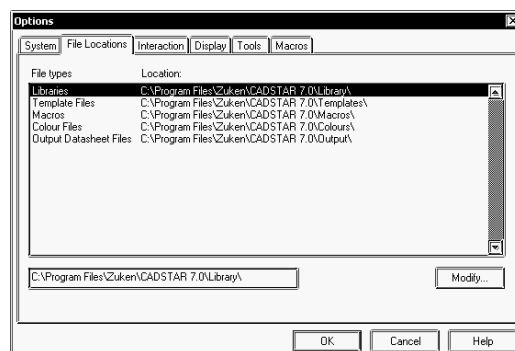

Рис. 15. Настройки пути к библиотекам.
2. Выполним команду меню Tools | Options и в открывшемся окне Options на вкладке File Locations проверим, чтобы путь к библиотекам был прописан, как показано на рис. 15, а именно в папке \Library рабочей директории пакета CADSTAR.